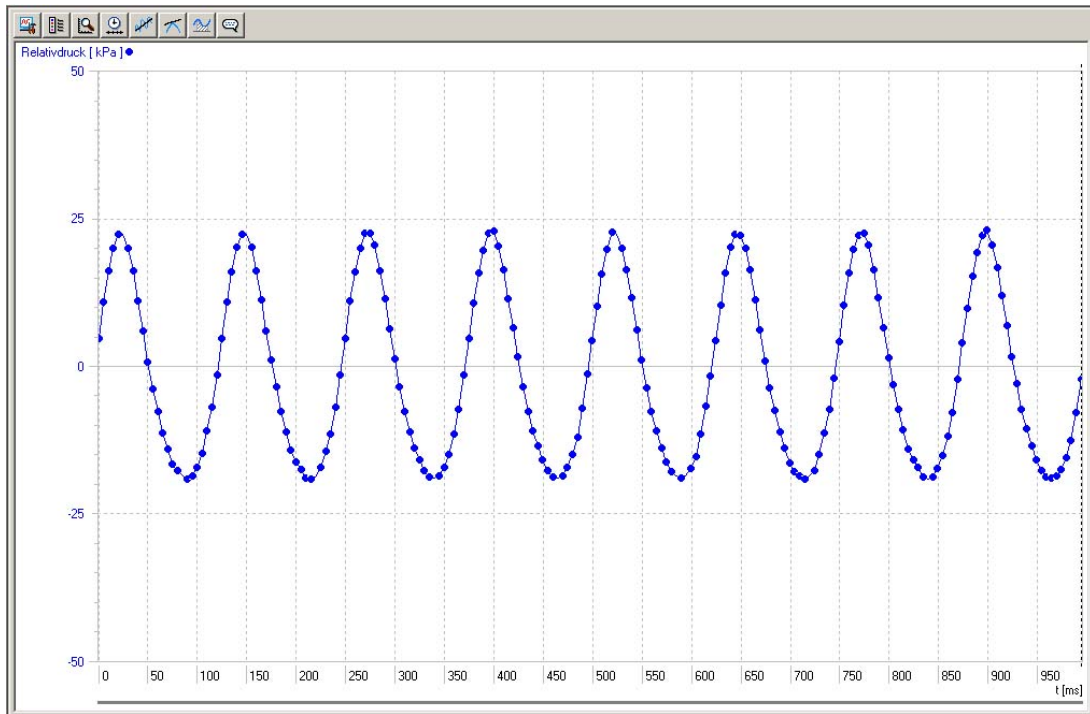

Fig. 2 Andamento della pressione nel motore Stirling U10050
- Analizzare la curva di misurazione (fig. 2).